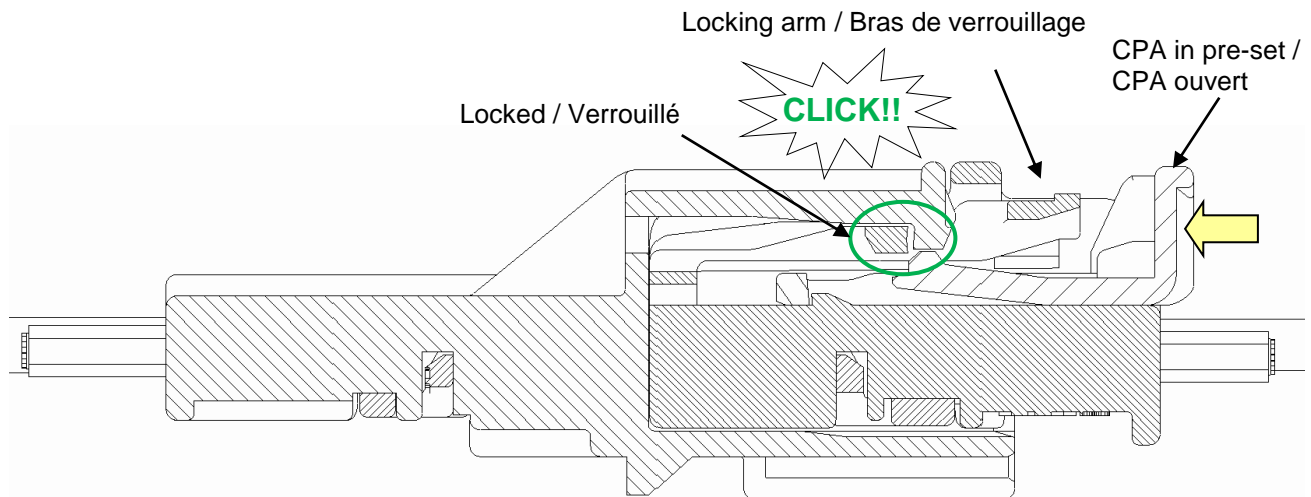

Figure 66 Connector mated and locked / Connecteurs accouplés et verrouillés
- Appuyer sur la lance du porte-clips en direction de la flèche montrée en figure 66 pour désengager le verrouillage inter-boîtier ;